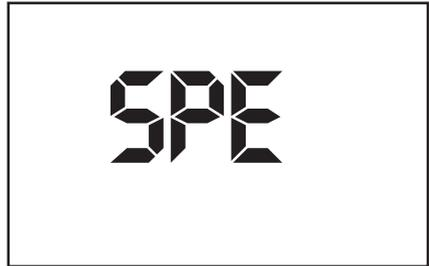

Bild 7.3: Anzeige beim Speichern
- ▶ Nach erfolgter Messung drücken Sie die Taste SPEICHERN (8). Es erscheint kurz 'SPE' im Display, siehe Bild 7.3.